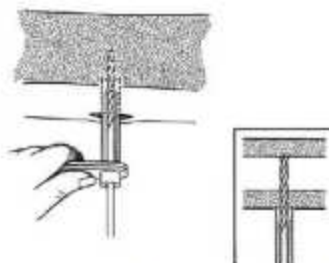

Figura 7: Perforación de la primer y segunda corteza.
6. Cuando la punta de la broca se coloca en el hueso, verifique que esté a 90° del eje largo del hueso antes de perforar la primera corteza. Perfore a través de la primera corteza hasta la segunda corteza (Figura 7). Se puede usar un taladro eléctrico a velocidades que no excedan las 500-600 rpm. No se deben usar velocidades de taladro excesivas para evitar el sobrecalentamiento del hueso, ya que esto puede provocar necrosis local y un mayor riesgo de osteólisis. Además del diseño del tornillo, el tiempo de perforación y la fuerza de perforación son factores importantes a tener en cuenta si se quiere evitar el daño térmico al hueso. Se ha demostrado que las temperaturas generadas dentro del hueso son inversamente proporcionales a la fuerza de perforación y directamente proporcionales al tiempo de contacto hueso-taladro. La fuerza aplicada al taladro debe ser firme y el tiempo durante el cual el taladro está en contacto con el hueso lo más corto posible.